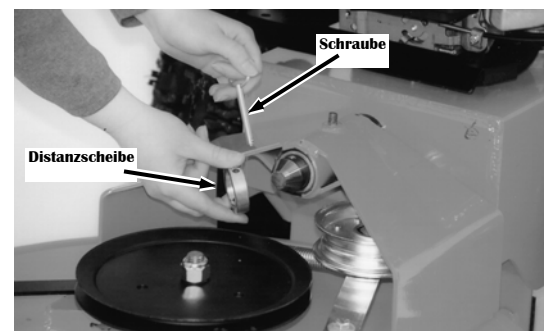

Abbildung 34
4. Entfernen Sie die Schraube und Distanzscheibe (**Abbildung 34**) und ziehen dann den Antrieb vom Mähwerk weg.